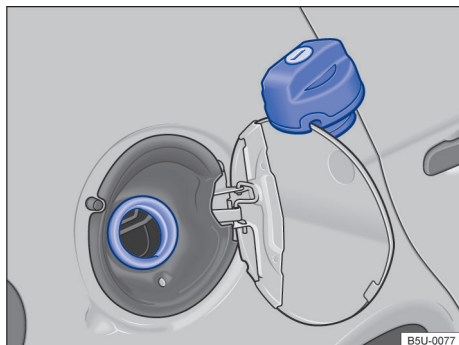

Fig. 101 Portinhola do tanque de combustível aberta com a tampa do tanque de combustível pendurada.
- Girar a tampa do tanque no sentido anti-horário e pendurá-la em cima da portinhola do tanque de combustível → Fig. 101.